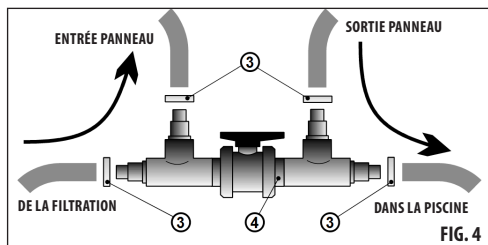

FIG. 4
- 2) Si vous disposez de la dérivation manuelle (4), connectez-la aux pointes de tuyau du panneau. Réalisez la connexion à l'aide des tuyaux et des colliers de serrage (3) - voir FIG. 4.
- 5) Sur un côté de la dérivation manuelle (4), raccordez le tuyau sortant du filtre avec la pointe du tuyau.
- 6) À l'aide d'un nouveau tuyau, raccordez la pointe restante de tuyau (4) à la buse de retour de la piscine.
- 7) Vérifiez les connexions des tuyaux et serrez les colliers de serrage (3).